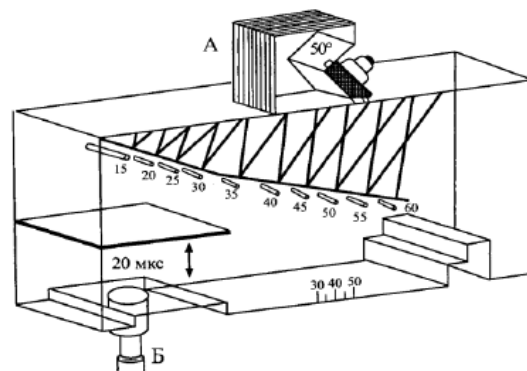

Рисунок 1. Стандартный образец СО-1
1. На эскизе (см. рис. 1) дайте схему расположения искателя на эталоне 2 для определения угла ввода ультразвукового луча и величину «мертвой» зоны.